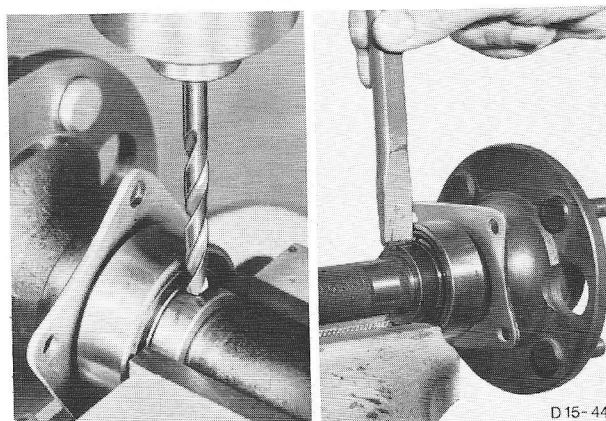

Fig.120 Lagerklemring verwijderen.
4. Boor een 8 mm gat om de lagerklemring of ondersteun de lagerklemring en splijt de ring met een koudbeitel zodat de ring met de hand kan worden verwijderd (fig.120).